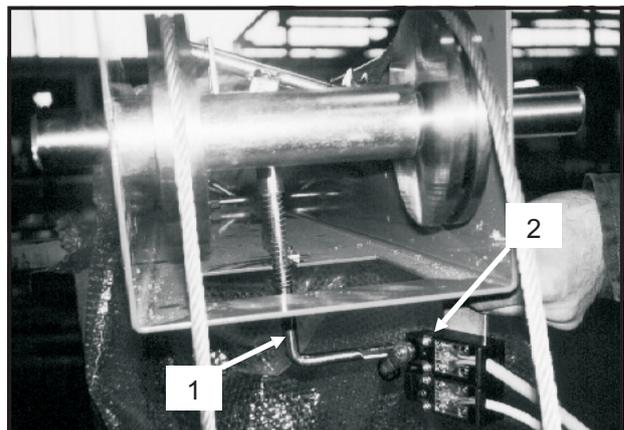

Fig. 17a
funi di sincronismo interviene il sensore (rif.1 Fig. 17a) applicato sulla trave superiore che aziona il microinterruttore di sicurezza funi e sicurezza salita (rif.2 Fig. 17a).
- In case of a sudden, synchronized cables loosening and/or breaking, the sensor intervenes (ref.1 Fig. 17a) on the upper beam action the microswitch safety cables and safety lift (ref.2 Fig. 17a).